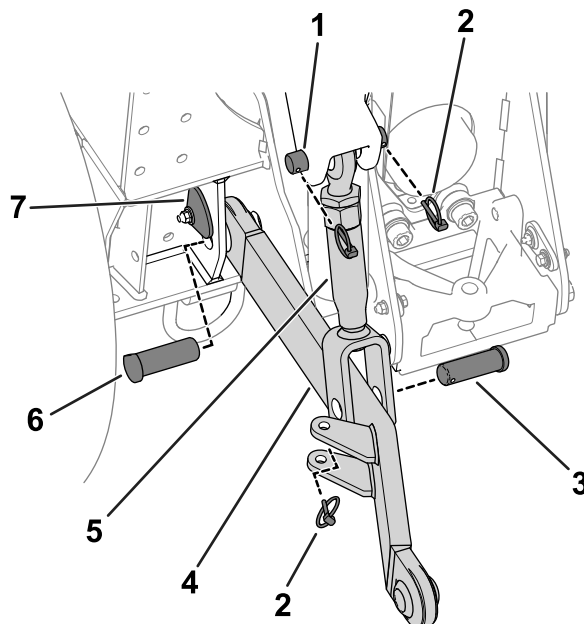
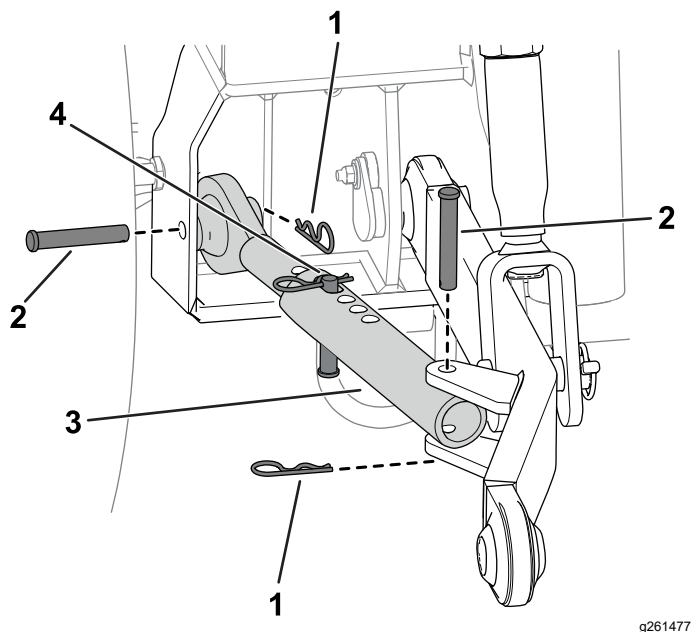

図 3
図 4
- A. ピンプレート 図 3を立ててピンを露出させる。
- B. 下側ピンを取り外す 図 3。
- C. ドラフトリンクを 図 3のようにセットする。
- D. フレームとドラフトリンクに下側ピンを通す 図 3。
3. クレビスピンとリンチピンで、昇降リンクをドラフトリンクに取り付ける 図 3。
4. クレビスピンとヘアピンコッターで、スウェイリンクを機体フレームに取り付ける 図 4。
注 図 3と図 4は機体左側のリンクの取り付けです。機体の反対側でも同じ作業を行ってください。
1. 昇降リンクピン1本とリンチピン2本で、昇降リンクを機体の昇降アームに取り付ける 図 3。
5. クレビスピンとヘアピンコッターで、スウェイリンクをドラフトリンクに取り付ける 図 4。
6. クレビスピンとヘアピンコッターをスウェイリンクに取り付ける 図 4。